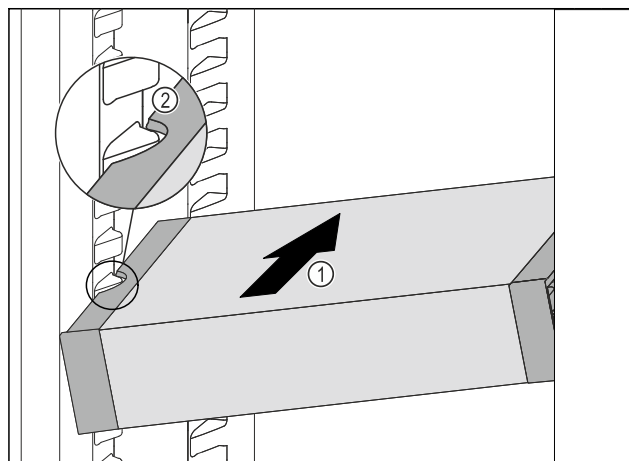

Fig. 127
- VarioSafe schuin in het koelgedeelte schuiven Fig. 127 (1), tot de uitsparingen aan de zijkant Fig. 127 (2) van de VarioSafe op de hoogte van de rib in het koelgedeelte zitten.